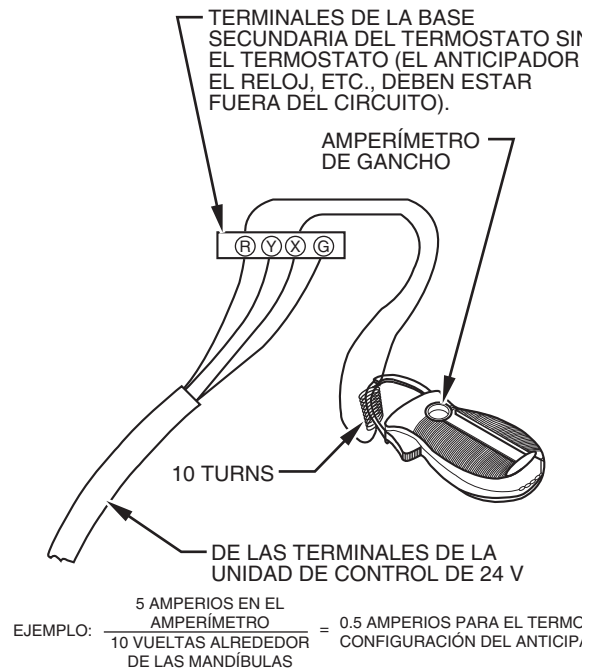

Fig. 62 – Verificación del consumo en amperios con un amperímetro
- (2.) Conecte un amperímetro (consulte la Fig. 62) entre los terminales R y W de la subbase o entre los cables R y W de la pared.